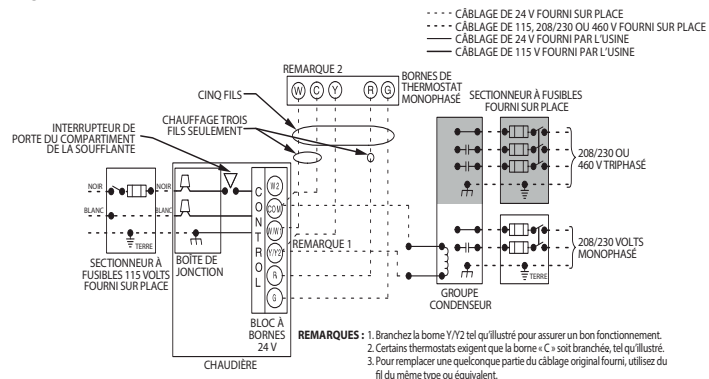
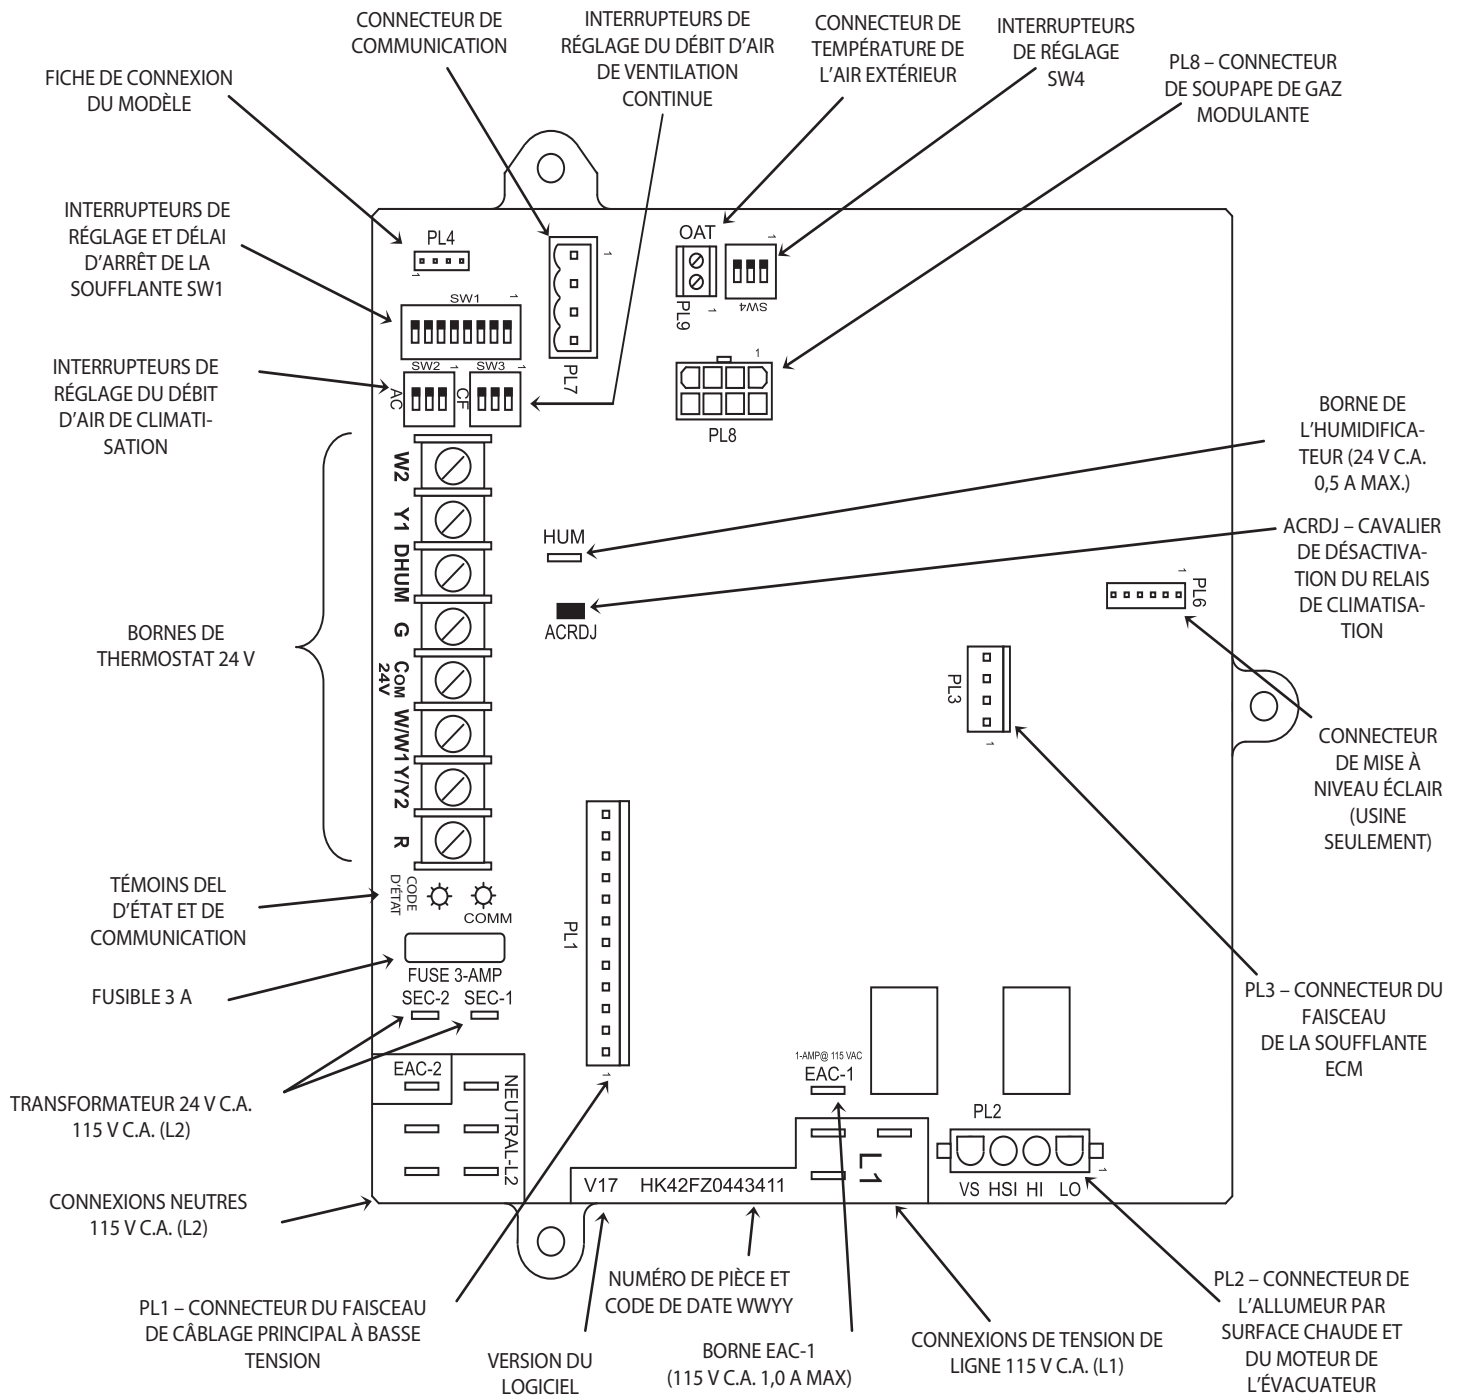
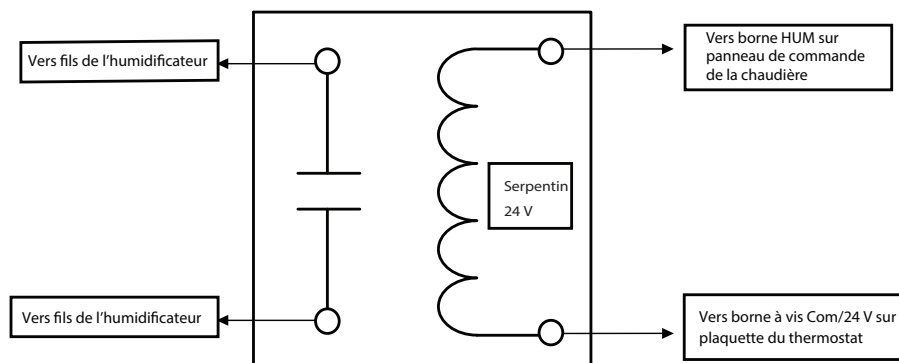
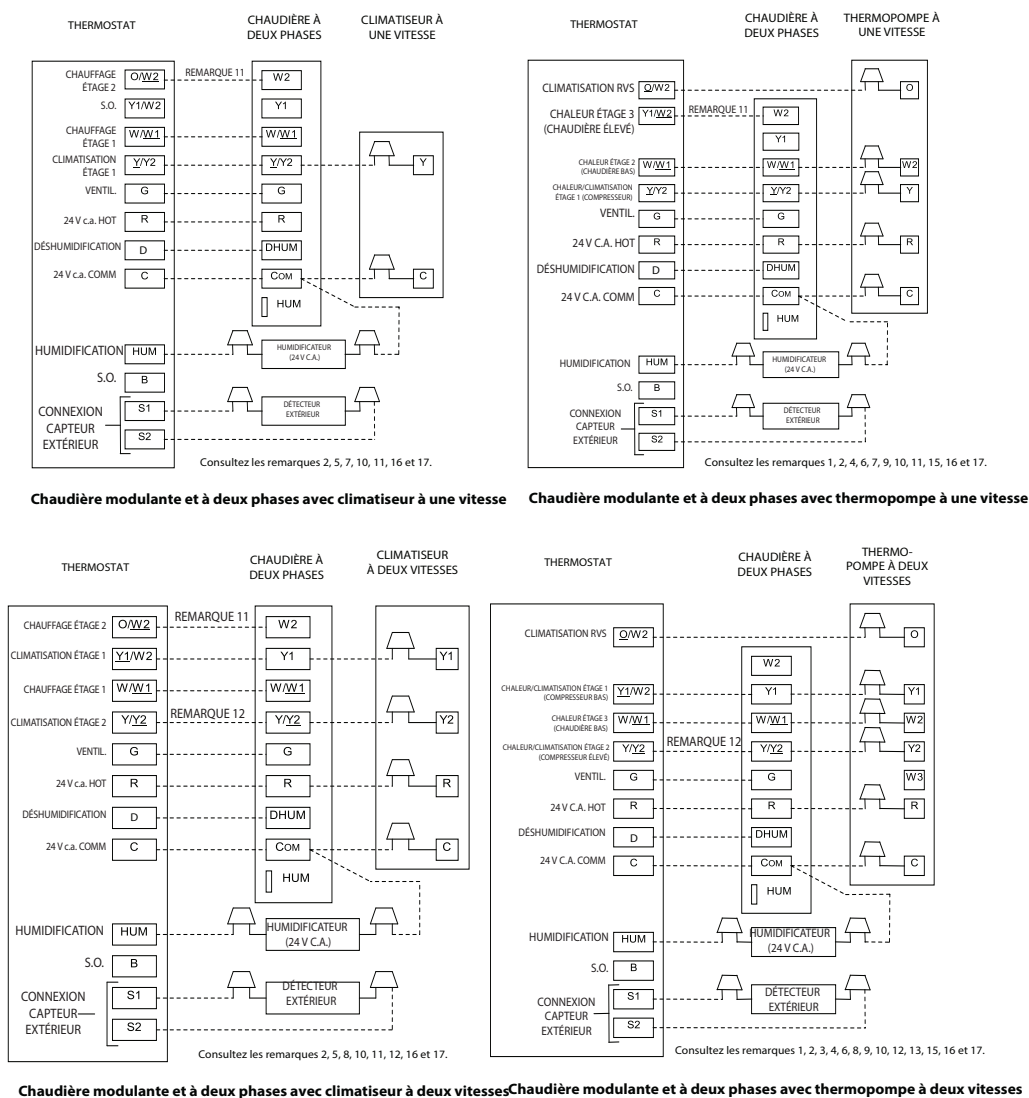

Fig. 32 – Schéma du câblage type fourni sur place
Fig. 37 – Exemple de commande de chaudière modulante
Fig. 38 – Relais d'isolation pour humidificateurs, fourni sur place, avec bloc d'alimentation interne
Fig. 39 – Schémas de câblage de thermostat
Consultez la Fig. 32 pour le schéma de câblage illustrant un câblage type de 115 V. Vérifiez que toutes les connexions électriques faites en usine ou sur place sont bien serrées.
- Branchez l'alimentation électrique et les fils neutres aux fils d'alimentation électrique de la chaudière, comme illustré à la Fig. 32.
- Branchez les fils neutres et les fils électriques aux fils d'alimentation électrique de la chaudière, tel qu'illustré à la Fig. 32.
Effectuez les connexions 24 V à la plaquette de connexion 24 V (consultez la Fig. 37). Branchez la borne Y/Y2 conformément à la Fig. 32 pour assurer une bonne climatisation. N'utilisez que le fil de thermostat en cuivre AWG n° 18, codé par couleur.
La commande comporte un fusible de 3 A de type automobile sur le circuit de 24 V. Tout court-circuit direct survenant durant l'installation, la réparation ou la maintenance fera griller le fusible. Si le fusible doit être remplacé, n'utilisez qu'un fusible de 3 A de taille identique (consultez la Fig. 37).
Pour obtenir des résultats optimaux, utilisez une commande murale de communication pour commander cette chaudière modulante. Un thermostat de climatisation et de chauffage à une phase ou à deux phases peut être utilisé avec la chaudière. Le microprocesseur de commande de la chaudière commandera le changement de phase de la chaudière et de l'appareil extérieur. Un thermostat de climatisation et de chauffage à deux phases peut aussi être utilisé pour commander le changement de phase. Toutefois, la capacité de modulation ne sera pas pleinement disponible si le changement de phase de la chaudière est commandé par le thermostat. Le changement de phase de la chaudière se limitera aux puissances d'entrée minimale et maximale, ou intermédiaire et maximale, selon la configuration des interrupteurs de réglage SW1-2 et SW4-2. Pour permettre la commande d'un appareil extérieur à deux phases au moyen d'un thermostat à deux phases, retirez le cavalier ACRDJ du panneau de commande de la chaudière. Consultez les schémas du câblage type du thermostat et la section Séquence de fonctionnement pour obtenir plus de détails. Pour obtenir des renseignements sur la configuration du thermostat, consultez les instructions d'installation du thermostat (consultez la Fig. 37 et la Fig. 39).
Accessoires (consultez la Fig. 37 et la Fig. 38)
- REMARQUE :** Si l'humidificateur possède sa propre alimentation de 24 V c.a., un relais d'isolation pourrait être requis. Branchez la bobine 24 V c.a. du relais d'isolation à la borne à vis HUM et COM/24 V, située sur la plaquette du thermostat du panneau de commande (consultez la Fig. 38).
Cette connexion est utilisée lorsque la chaudière est commandée par une interface utilisateur de communication en option plutôt que par un thermostat standard. La prise de communication est fournie avec l'interface utilisateur de communication. Reportez-vous aux instructions fournies avec l'interface utilisateur pour de plus amples détails (consultez la Fig. 37).